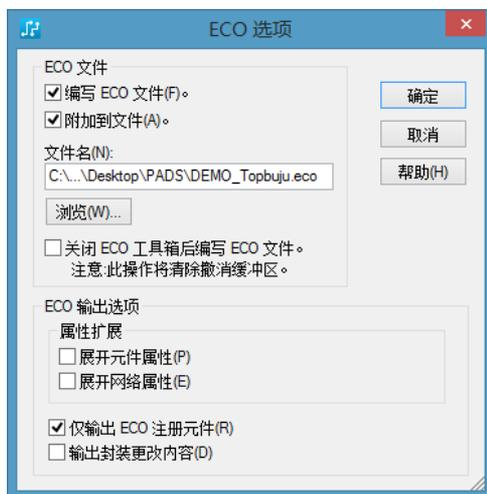
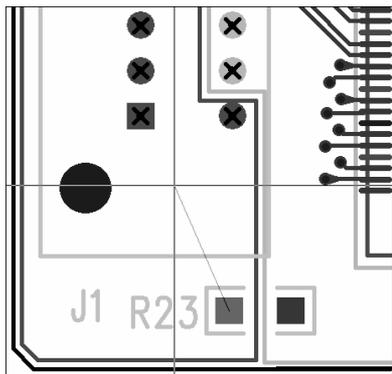

图 14-1 “ECO 选项”对话框
图 14-4 在 R23 左侧焊盘引出鼠线
单击工具栏中的图标按钮,打开工程修改模式 ECO 工具栏,弹出如图 14-1 所示的“ECO 选项”对话框。在 ECO 模式下进行的修改都会被记录并保存到 ECO 文档中,通过 ECO 文档可以对原理图进行自动更改,保证与 PADS 设计保持一致。若用户使用 OrCAD 进行原理图的绘制,则不能进行交互修改。
(1) 单击工具栏中的  图标按钮，弹出如图 14-1 所示的对话框，单击“确定”按钮采用默认设置，则弹出如图 14-2 所示 ECO 工具栏。
(2) 单击 ECO 工具栏中的  图标按钮，进入增加连接工具的模式。
(3) 单击新增加的电阻 R23 的左侧焊盘，则从该焊盘引出一条鼠线，鼠线的另一端附着在光标上，如图 14-4 所示。
(4) 在属于 GND 网络的任意引脚处单击鼠标左键，建立电阻 R23 左侧引脚与 GND 网络的连接。
(5) 单击电阻 R23 的右侧焊盘，重复上一步操作，建立电阻 R23 右侧引脚与 GND 网络的连接。
(1) 单击工具栏中的图标按钮，则弹出如图 14-1 所示的对话框，单击“确定”按钮采用默认设置，则弹出如图 14-2 所示 ECO 工具栏。
(1) 单击工具栏中的  图标按钮, 弹出如图 14-1 所示的对话框, 单击“确定”按钮采用默认设置, 则弹出如图 14-2 所示 ECO 工具栏。
(2) 单击 ECO 工具栏中的  图标按钮, 进入“更改元器件”(更改元器件所属封装) 工具的模式。
(3) 选中元器件 R23。
(1) 单击工具栏中的  图标按钮，弹出如图 14-1 所示的对话框，单击“确定”按钮，采用默认设置，则弹出如图 14-2 所示 ECO 工具栏。
(2) 单击 ECO 工具栏中的  图标按钮，进入元器件标号更改模式。